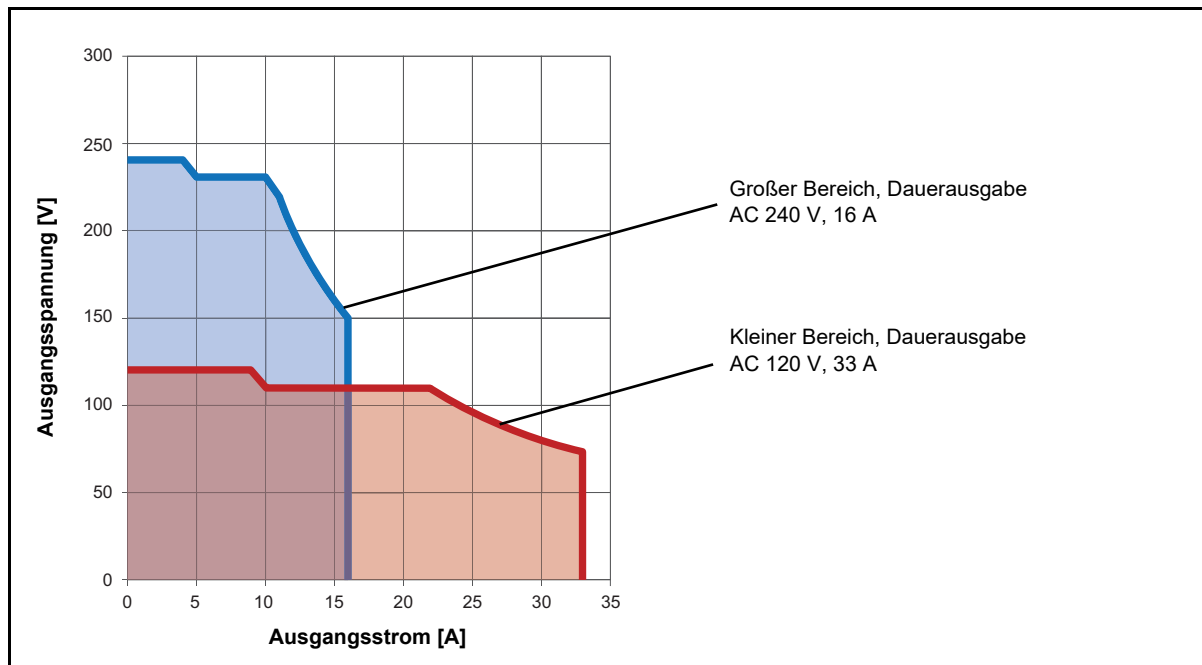

Abbildung 15-2: Zulässiger Betriebsbereich 1 x AC 240 V 16 A
5. Siehe Abbildung 15-2: "Zulässiger Betriebsbereich 1 x AC 240 V 16 A" auf Seite 226.
4. Siehe Abbildung 15-2: "Zulässiger Betriebsbereich 1 x AC 240 V 16 A" auf Seite 226.